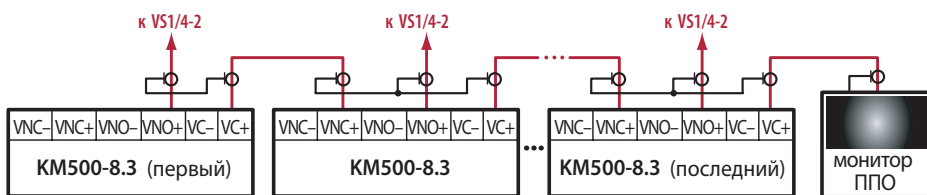
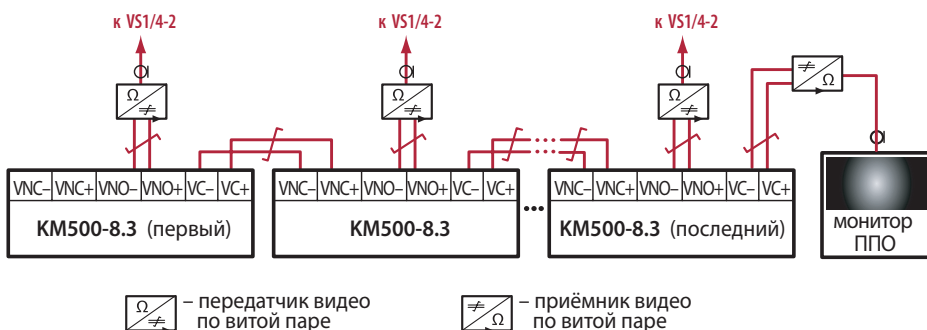

Рис.4 Схема подключения видеоканалов к монитору ППО на базе коаксиального кабеля
Рис.5 Схема подключения видеоканалов к монитору ППО на основе витой пары
2. При использовании в коммутаторе витой пары для подключения видеоканала, монтаж видеотракта необходимо производить в соответствии со схемой, приведенной на рис. 5, используя дополнительное оборудование – приемники и передатчики видео по витой паре.
С помощью комплексирования КМ организована подсистема передачи видео от видеокамер на монитор ППО. В видео подсистеме реализована возможность просмотра на мониторе ППО сигнала с видеокамеры любого БВ СДК. Данный тип коммутатора обеспечивает организацию физической линии как на базе коаксиального провода (*рис.4*), так и на основе витой пары (*рис.5*). Выбор линии передачи видеосигнала описан в предыдущем разделе.